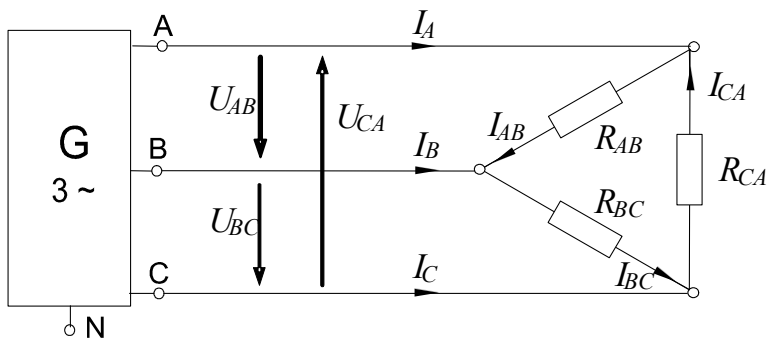

Рисунок 7 – Исследование цепи при симметричной активной нагрузке
1.1. Соберите цепь с симметричной нагрузкой ($R_{AB}=R_{BC}=R_{CA}=1$ кОм) согласно схеме (рис. 7). Для измерения шести токов (три фазных и три линейных) включите в цепь три виртуальных амперметра и три мультиметра в режиме измерения токов.